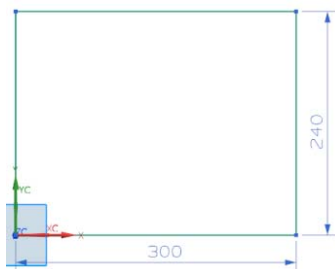

图 11-223 绘制草图
(3) 在“创建草图”对话框中，选择“XC-YC 平面”为草图绘制面，设置“水平”面为参考平面，单击按钮，进入草图绘制环境，绘制如图 11-223 所示的草图。单击“完成”按钮，退出草图绘制环境。